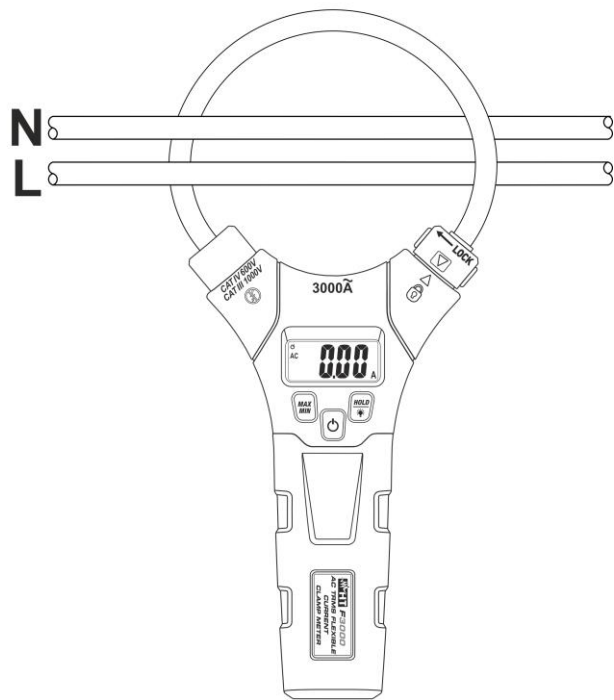

Fig. 3: Utilisation de l'instrument pour la mesure de Courant CA
2. Ouvrir le tore et insérer le câble de phase au son centre du tore (voir la Fig. 3). La valeur de courant apparaît à l'écran